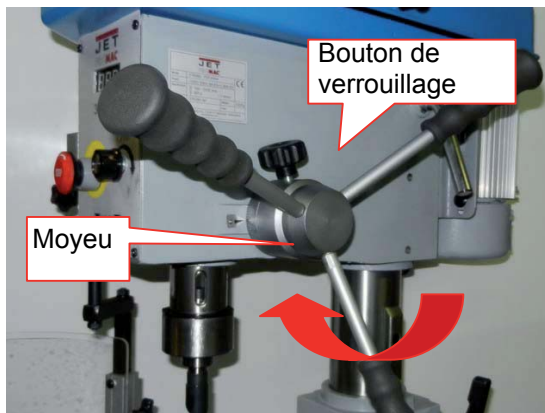

Figure 18
3. Desserrez le bouton de verrouillage et tournez le moyeu (Figure 18) dans le sens horaire jusqu'à son arrêt.